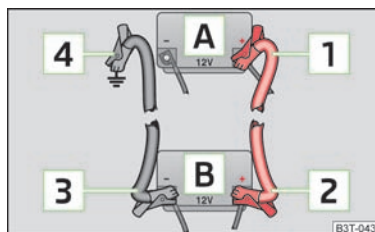

Fig. 181
- > Prindeți un capăt » fig. 181 la polul plus al bateriei descărcate .